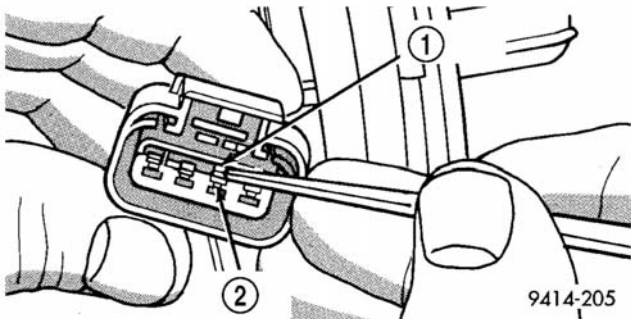

图 3 电线端子锁紧指
(2) 拉出锁紧楔
(3) 利用一支小螺丝刀，把锁紧指从端子撬出，然后把端子推离接头（图 3）。